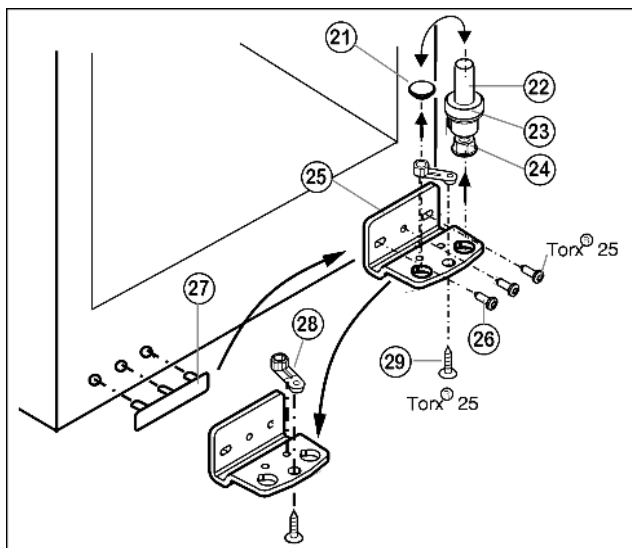

Fig. 6
- ▶ Retirer le pivot Fig. 6 (22) complètement avec le disque Fig. 6 (23) et le pied réglable Fig. 6 (24) par le haut.
- ▶ Enlever le bouchon Fig. 6 (21).
- ▶ Dévisser Fig. 6 (25) le support d'appui Fig. 6 (26).
- ▶ Dévisser l'élément pivotant Fig. 6 (28) et le permuter dans le trou opposé du support d'appui.
- ▶ Soulever le cache côté poignée Fig. 6 (27) avec précaution et le positionner sur le côté opposé.
- ▶ Revisser à fond Fig. 6 (25) sur le nouveau côté charnière en utilisant une visseuse sans fil si nécessaire, avec un couple de serrage de 4 Nm.
- ▶ Réinsérer le bouchon Fig. 6 (21) dans l'autre trou.
- ▶ Replacer complètement le pivot Fig. 6 (22) avec le disque et le pied réglable. Faire attention à ce que les ergots d'encliquetage soient tournés vers l'arrière.
- ▶ Enlever le bouchon (33) du coussinet de la porte et le mettre de l'autre côté.
- ▶ Démontez la poignée de porte (32), le bouchon (33) et les plaques d'appui (34) puis les repositionner sur le côté opposé.
- ▶ Placer la porte par le haut sur le pivot inférieur Fig. 6 (22).
- ▶ Placer le support d'appui supérieur (12) sur le nouveau côté charnière de porte.
- ▶ Visser le support d'appui supérieur (12) à fond (avec 4 Nm) (2 Torx® 25) (13). Pointer les trous de vissage ou utiliser une visseuse sans fil.
- ▶ Faire encliqueter le cache (10) et le cache (11) du côté opposé.
- ▶ Aligner éventuellement la porte par rapport aux deux trous oblongs du support d'appui inférieur Fig. 6 (25) pour qu'elle affleure avec l'habillage de l'appareil. Pour cela, dévisser la vis centrale.